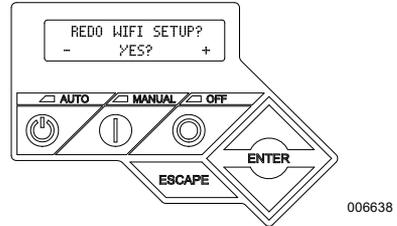

Figura 3-7. Página Redo Wi-Fi Setup
2. Consulte la **Figura 3-7**. Use los botones hacia arriba o hacia abajo y ENTER para desplazarse a la página **REDO WIFI SETUP?** (¿Rehacer configuración de Wi-Fi?). Seleccione YES (Sí).